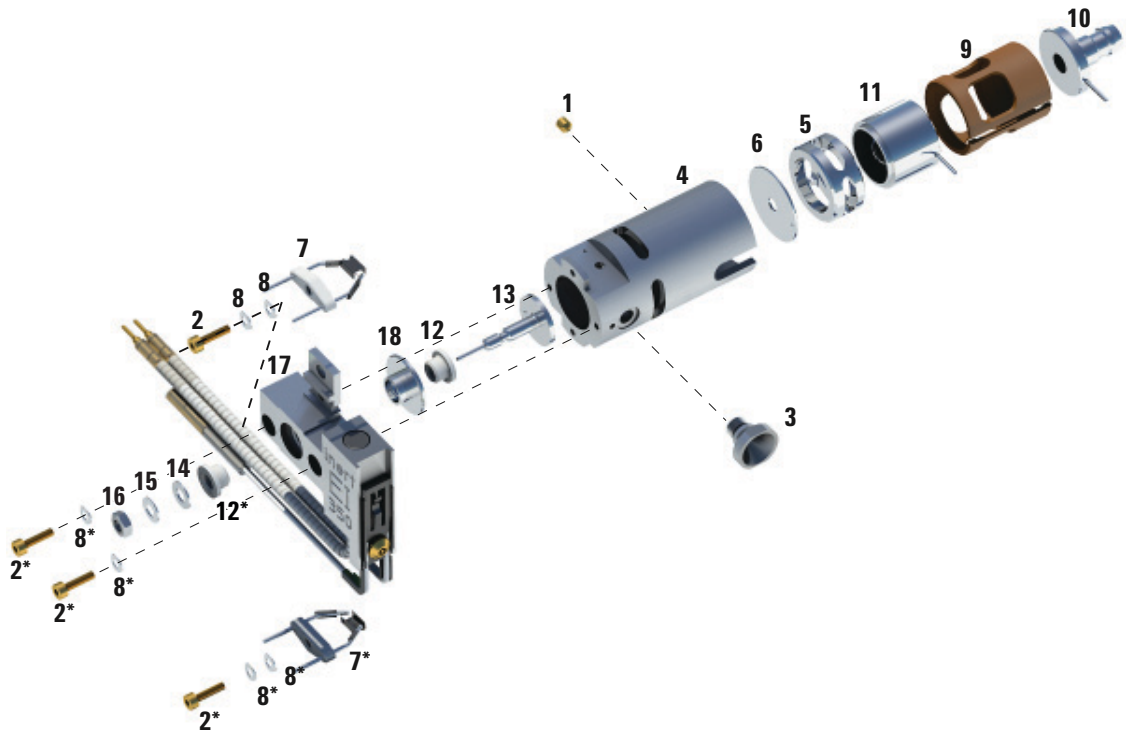

Figure 22 Démontage de la source à EI standard ou inerte
- 2 Déposer les deux vis plaqué or des filaments et déposer les filaments de la source. Voir la section Figure 22 à la page 157.
Tableau 18 Liste des pièces détachées de la source à EI standard ou inerte (Figure 22)
Tableau 18 Liste des pièces détachées de la source à EI standard ou inerte (Figure 22) (continued)